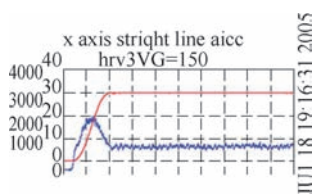
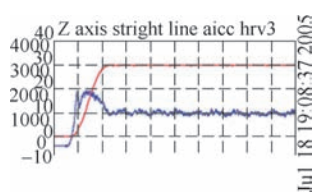

图2 X轴直线运动波形
图3 Z轴直线运动波形
(2) 通过SERVO GUIDE 检测各个轴直线运动的TCMD及速度波形，确定伺服的速度增益为250/250/250（%），波形如图2、图3所示（红色线代表：速度增益；蓝色线代表：加减速常数）。